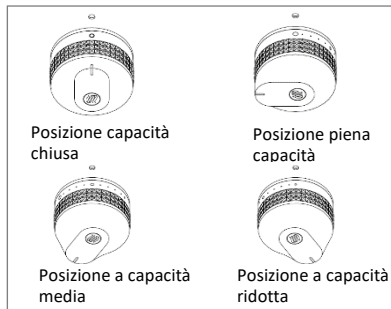

Figura 2 : Regolazione della leva di comando
5. Regolare poi a piacimento l'altezza della fiamma girando la o le leve di comando a piena capacità (cerchio grande) o a capacità ridotta (cerchio piccolo) (Vedere Figura 2)
6. Per spegnerlo, riportare le leve di comando sul simbolo di chiusura (O) e poi chiudere il rubinetto della bombola del gas.